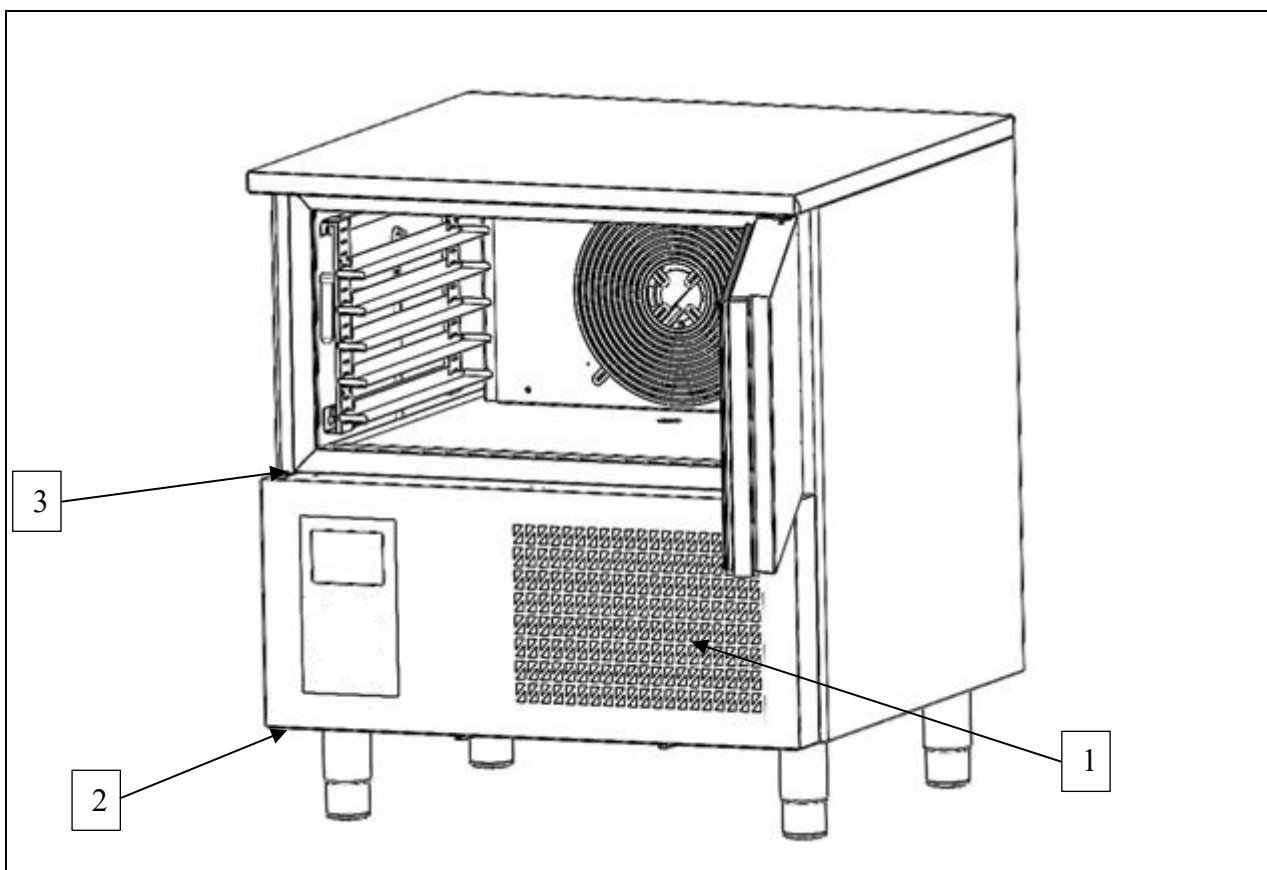

Fig. 9
Pour garantir le bon fonctionnement et l'efficacité de l'appareil, le condenseur d'air (ref. 1 fig. 9) doit être maintenu propre afin que l'air puisse circuler librement. cette opération doit être effectuée tous les 30 jours. retirer le panneau de commande en desserrant les vis (ref. 2 et 3 fig. 9). nettoyer avec une brosse non métallique pour enlever toute poussière et peluche des ailettes. il est conseillé d'utiliser un aspirateur afin que la poussière ne se disperse pas dans l'air. en présence de dépôts gras, les éliminer avec une brosse imbibée d'alcool. **NE PAS GRATTER LES SURFACES AVEC DES OBJETS POINTUS OU ABRASIFS.**